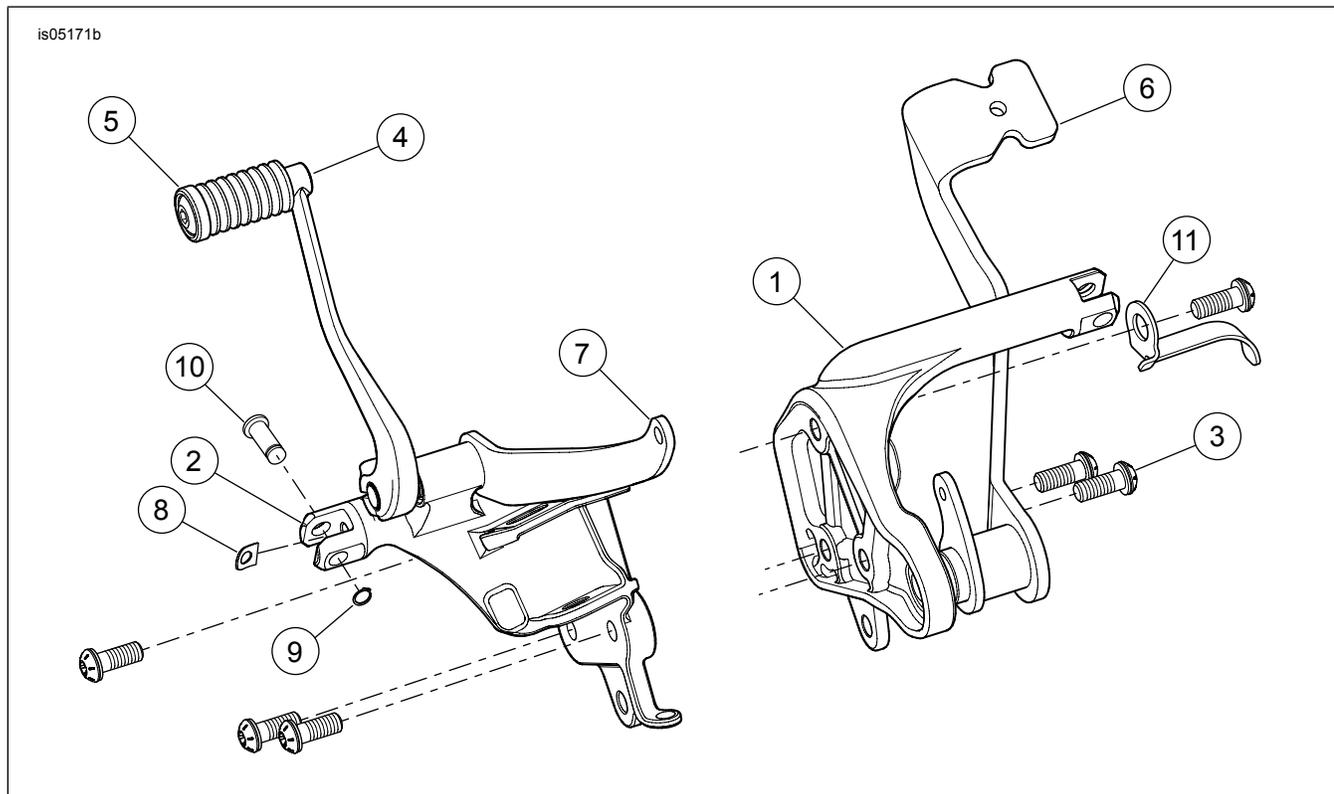

Figura 5. Peças de reposição: Kit de controle de avanço
Veja a Figura 5 e Tabela 1.
4. Veja a Figura 5. Pegue o novo suporte do câmbio do lado esquerdo (2) e três parafusos TORX® (3) do kit.
6. Veja a Figura 5. Instale o pedal de apoio com a arruela de pressão (8), o pino de segurança (10) e o anel de retenção (9).
11. Veja a Figura 5. Instale o pedal de apoio com a arruela de pressão (8), o pino de segurança (10) e o anel de retenção (9).